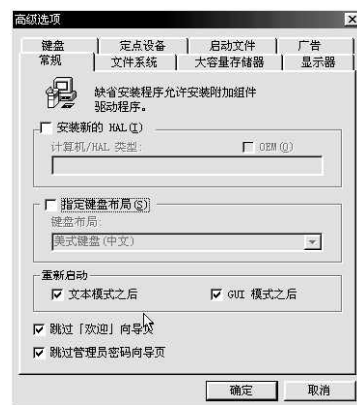

图4
3.在图1所示的安装服务程序主界面中单击“高级设置”,进入图4所示界面,使之进行安装过程中部分系统参数的调整。该项设置主要包括选定文件系统、指定大容量存储设备、设定键盘等,可根据实际需要进行调整。本例只修改“常规”标签中的部分设置。